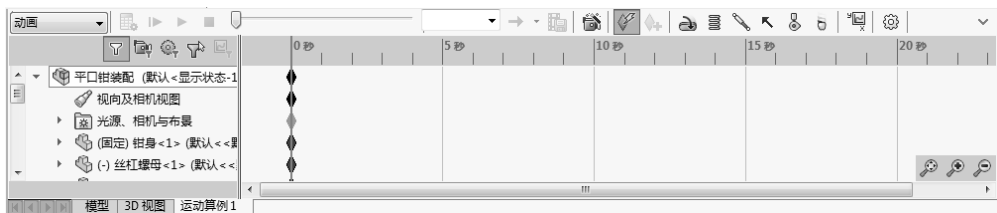

图 11-6 打开“运动算例”操控面板
STEP 2 右击 SolidWorks 操作界面顶部的空白区域，在弹出的快捷菜单中选择“MotionManager”菜单项（如底部已经显示出“运动算例”标签，则无需此操作），再在底部标签栏中，单击“运动算例 1”标签，打开“运动算例”操控面板，如图 11-6 所示。